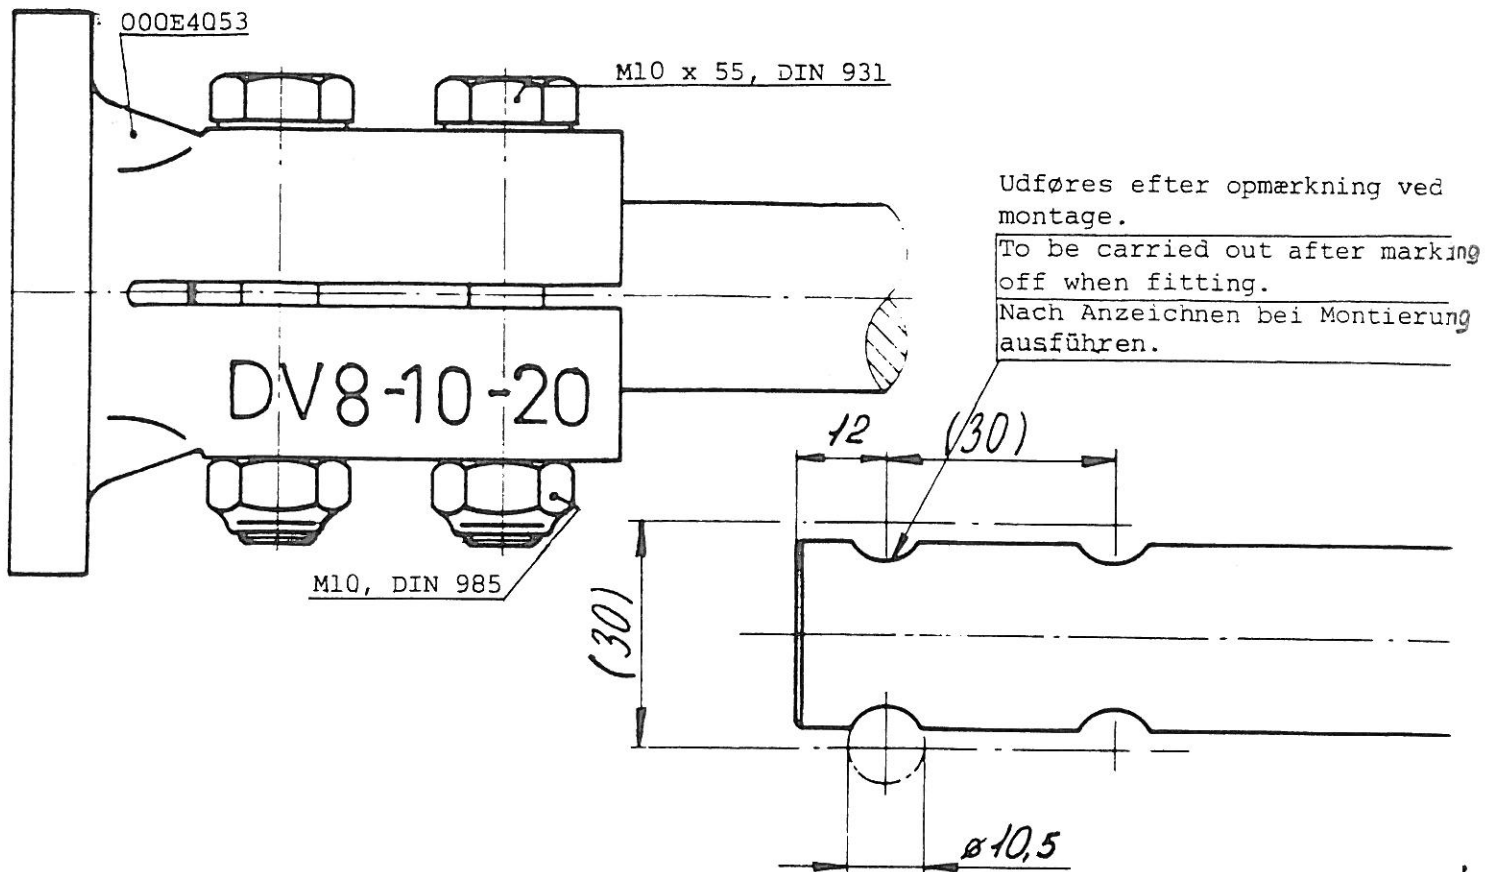

FIG. 2
10. Med en rundfil files akslen, så boltene kan gå fri af akslen i henhold til fig. 2 og fig. 3.
10. File the shaft with a round file so that the bolts can go clear of the shaft in accordance with fig. 2 and 3.
10. Die Welle mit einer Rundfeile so feilen, dass die Bolzen von der Welle laut Fig. 2 und Fig. 3 freigehen können.